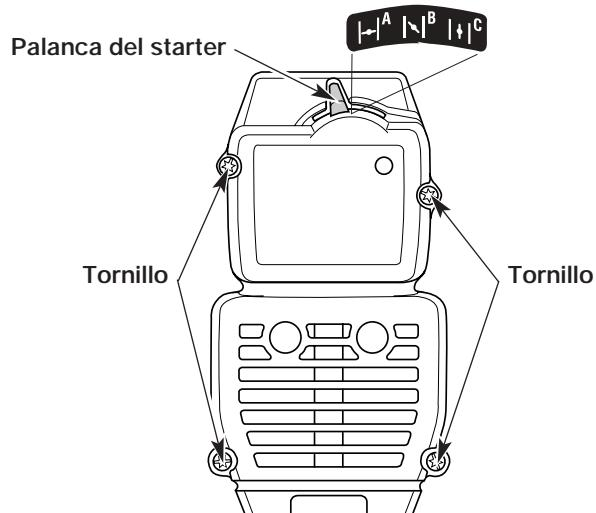

Fig. 21
- Coloque la palanca del starter en posición intermedia (B).
OBSERVACIÓN: La palanca del starter debe estar en posición intermedia (B) (Fig. 21) para que se pueda retirar el cárter del filtro de aire/tubo de escape.
- Retire los cuatro tornillos que sujetan el cárter del filtro de aire/tubo de escape (Fig. 21). Para ello, utilice un destornillador de hoja plana o con cabeza Torx Nº T20.
OBSERVACIÓN: La palanca del starter debe estar en posición intermedia (B) (Fig. 21) para que se pueda reinstalar el cárter del filtro de aire/tubo de escape.
- Inserte los cuatro tornillos en los orificios del cárter del filtro de aire/tubo de escape (Fig. 21) y ajústelos. Para ello, utilice un destornillador de hoja plana o con cabeza Torx Nº T20. No los ajuste demasiado ni los fuerce.